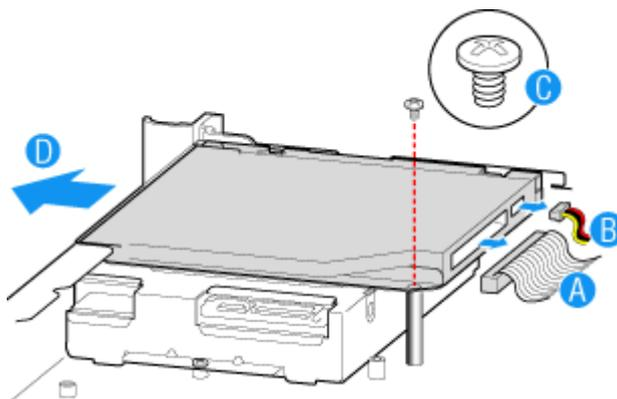

Figure 113: Retrait du lecteur optique
6. Débranchez les câbles de transmission des données et d'alimentation du lecteur optique. Reportez-vous aux lettres “A” et “B” dans Figure 113.
7. Retirez la vis permettant de fixer le support du lecteur optique au châssis du serveur. Reportez-vous à la lettre “C” dans Figure 113.